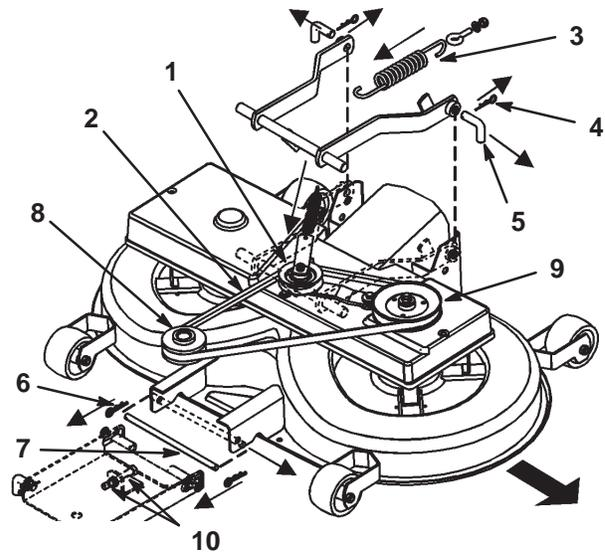

Bild 39
8. Ziehen Sie den Spannarm nach innen. Nehmen Sie den Keilriemen von der Scheibe ab (Bild 39).
9. Nehmen Sie die Feder vom Schalthebel ab (Bild 39).
11. Entfernen Sie die zwei Splintclips von den zwei hinteren Stiften und nehmen Sie die Stifte ab (Bild 39).
12. Entfernen Sie den Splintclip vom vorderen Stift und nehmen Sie den Stift ab (Bild 39).
13. Entfernen Sie den Keilriemen von der Motorscheibe (Bild 39).
2. Entfernen Sie den Keilriemenscheibe und den Spannarm (Bild 39).
7. Drehen Sie den unteren Stift der Einstellung für die vordere Aufhängung in die untere Stellung der geschlitzten Löcher. Stellen Sie hierfür die 2 Mutter (M12) an der vorderen Aufhängung ein (Bild 39).